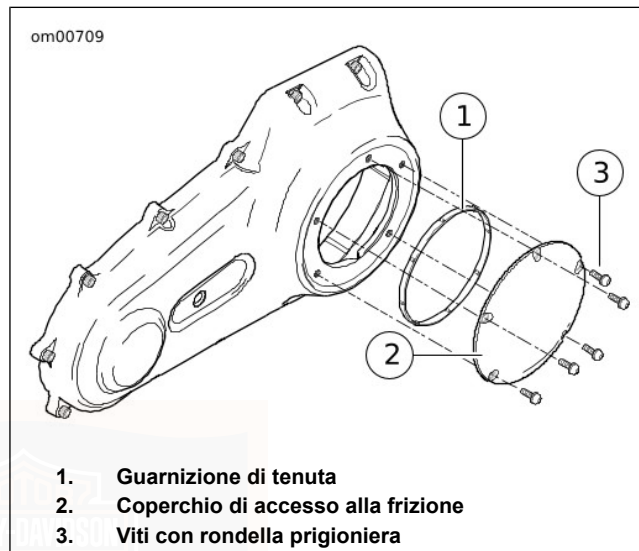

Figura 30. Coperchio della frizione
7. Vedere Figura 30. Rimuovere le cinque viti TORX con le rondelle prigioniere (3) per staccare il coperchio di accesso alla frizione (2) dal coperchio del carter della catena della trasmissione primaria.
8. Rimuovere la guarnizione di tenuta (1). Asciugare l'olio dalla scanalatura nel coperchio del carter della catena e dalla superficie di montaggio.
- b. Vedere Figura 30. Collocare la **nuova** guarnizione di tenuta (1) nella scanalatura nel coperchio di accesso alla frizione e premere ciascuna protuberanza sulla guarnizione di tenuta nella scanalatura. Le protuberanze manterranno la guarnizione di tenuta in posizione.